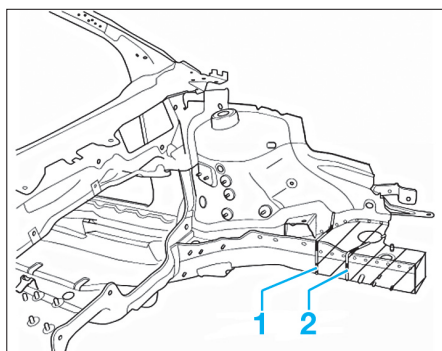

FIG. 27
- Découper partiellement en (1) ou (2) le longeron comme illustré (Fig.27)